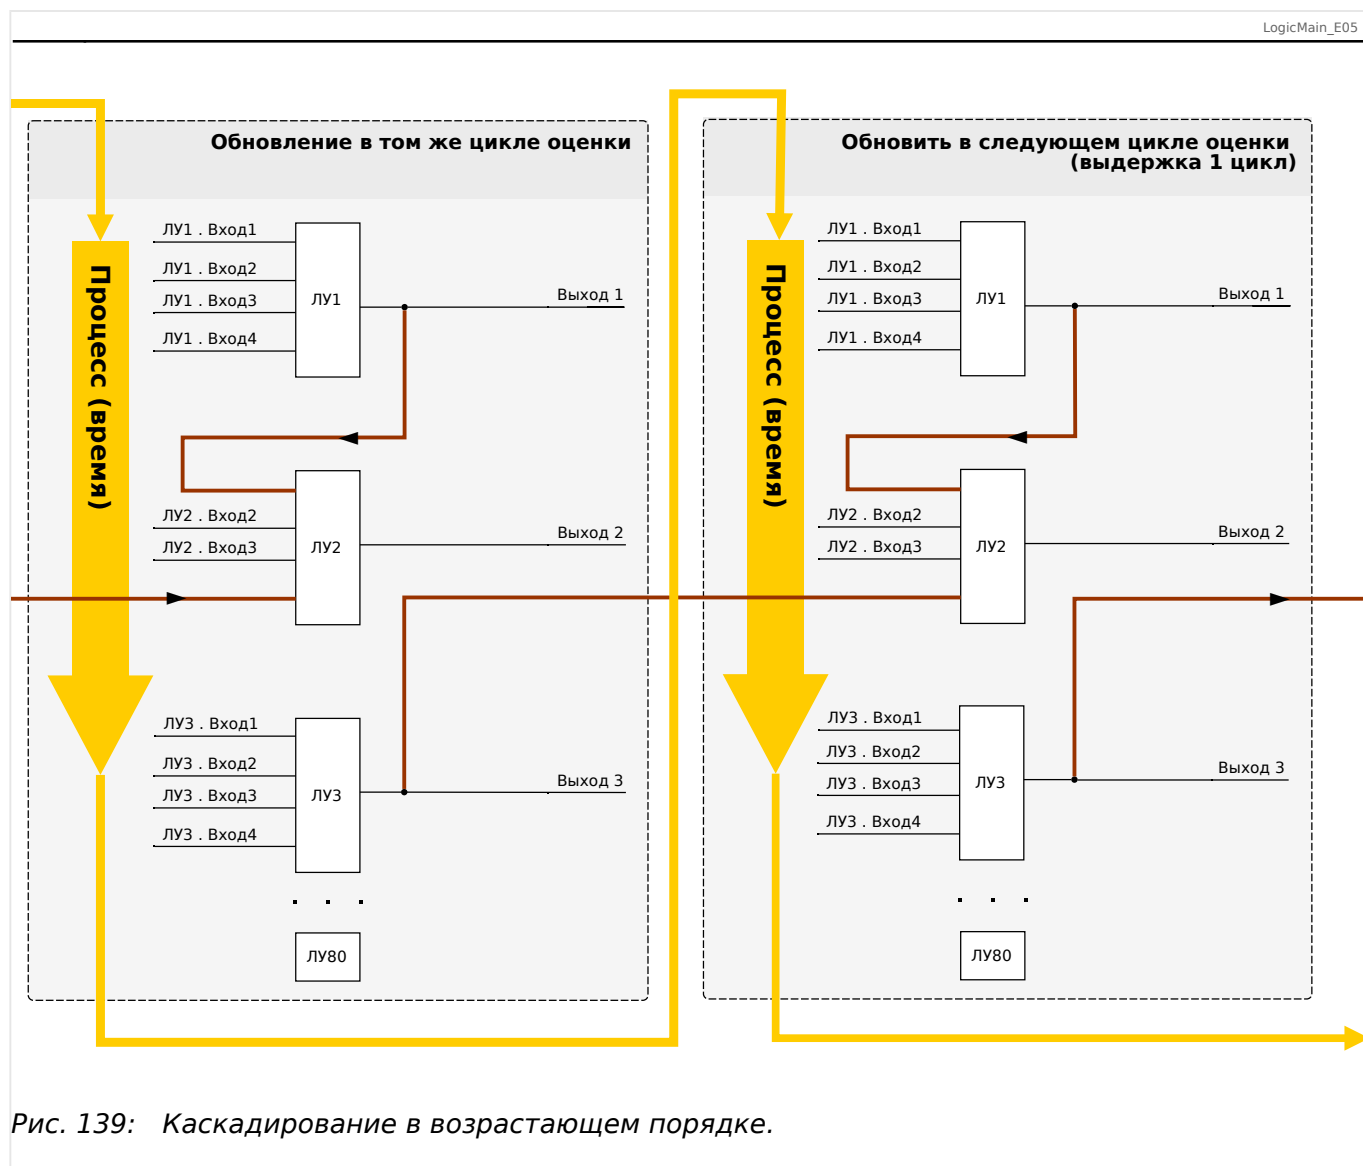

Рис. 139: Каскадирование в возрастающем порядке.
- **Нисходящая** последовательность означает, что некий выходной сигнал поступает на вход одного из логических уравнений с **меньшим** номером. На графике  **Рис. 139** приводится пример, когда результат логического уравнения ЛУ3 используется в качестве входного сигнала для логического уравнения ЛУ2.
И возрастающий, и убывающий порядки можно не только использовать, но и комбинировать, при этом разница будет заметна не сразу. Однако, как показано в разделах  **Рис. 138** и  **Рис. 139** ниже, благодаря определению состояний всех уравнений в возрастающем порядке фактические рабочие значения, поступающие на вход любого из них, будут иной степени зрелости.
В представленном выше примере  Рис. 139 для «логического уравнения 2» используются состояния выходов двух других уравнений — «логического уравнения 1» и «логического уравнения 3». Результат «логического уравнения 1» используется в возрастающем порядке и, следовательно, определен в ходе того же рабочего цикла. Результат «логического уравнения 3» используется в убывающем порядке и, следовательно, определен в ходе предыдущего рабочего цикла.